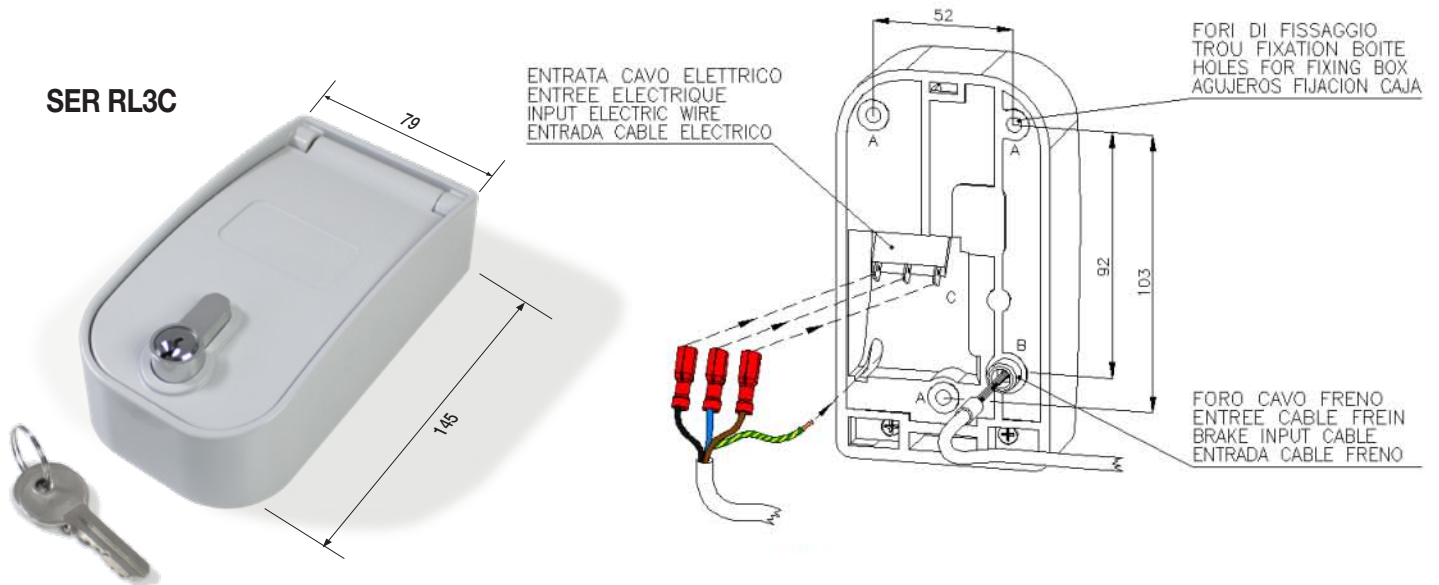

FIG. 1
- Predisporre l'uscita dei cavi elettrici e del cavo di sblocco dal muro, rispettando gli appositi ingombri del blindino. Eseguire i tre fori di fissaggio per avvitare il blindino alla parete (fig.1)
- Inserire il cavo dello sblocco nell'apposita sede (fig. 1 e 2) e inserire il cavo metallico nel foro della leva. Posizionare la leva nell'apposita sede.
- Prepare the electrical wire and release cable outlet from the wall, respecting the preset spaces on the switch box. Drill three holes to fix the casing to the wall (fig. 1).
- Insert the release cable into its slot (fig. 1 and 2) and insert the metallic cable in the lever hole. Move the lever to its place. Place the set screw on the cable and approach it to the lever.
- Disposer la sortie des câbles électriques et du câble de déblocage du mur en respectant les espaces prévus à cet effet sur le corps du sélecteur. Réaliser les trois perforations de fixation pour visser le boîtier au mur (fig.1)
- Placer le câble de déblocage dans son siège (fig. 1 et 2) et le câble métallique dans le trou du levier. Mettre maintenant le levier à son emplacement.
- Preparar la salida de los cables eléctricos y del cable de desbloqueo de la pared, respetando los espacios previstos en el cuerpo del selector. Realizar los tres agujeros de fijación para atornillar la caja en la pared (fig.1).
- Introducir el cable de desbloqueo en el espacio al efecto (fig. 1 y 2) e insertar el cable metálico en el agujero de la palanca. Colocar ahora la palanca en su lugar.